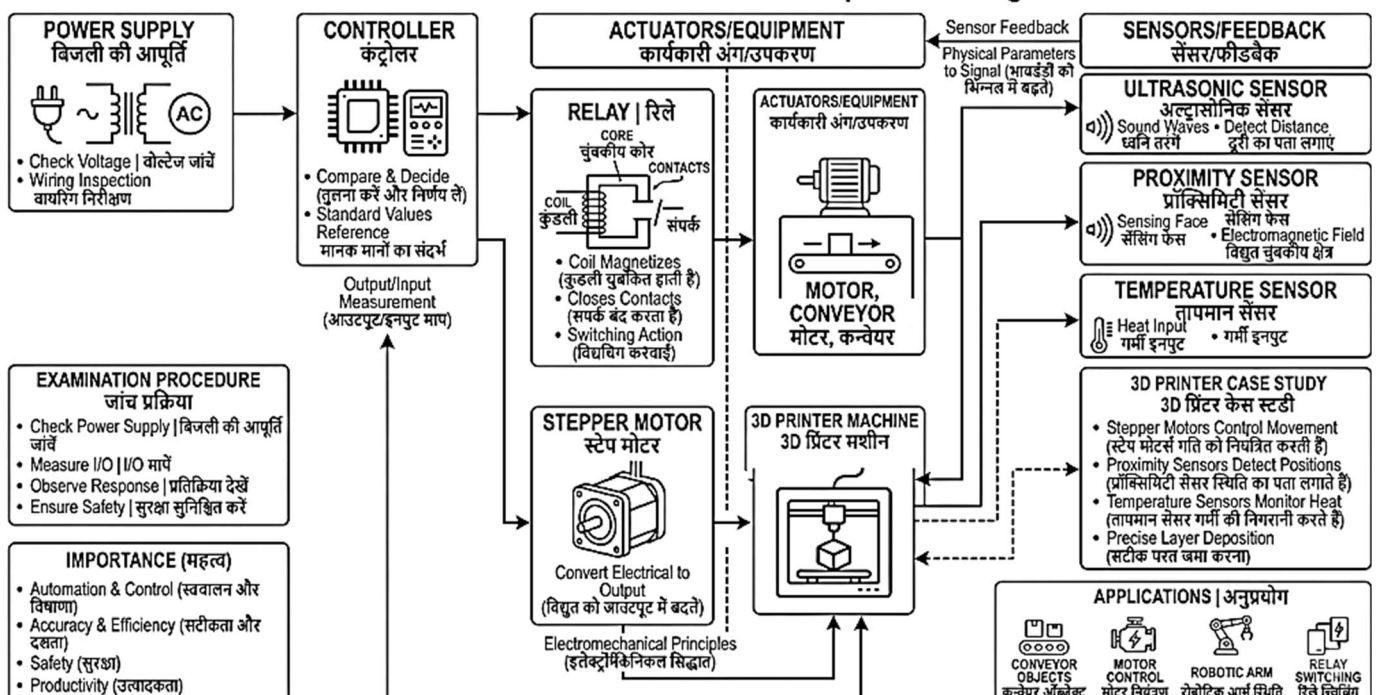

Fig. 16.3: Industrial Electrical and Sensor System Overview | औद्योगिक विद्युत और सेंसर प्रणाली अवलोकन
16.3.1 Definition and Meaning (Fig. 16.3)
16.3.1 परिभाषा और अर्थ (Fig. 16.3)